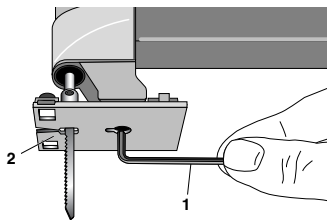

Fig. 3
1. Klemmschraube mit Hilfe des Innensechskantschlüssels 1 (Fig. 3) lösen.
2. Säge Tisch (2) auf den gewünschten Gehrungswinkel einstellen und Klemmschraube wieder festziehen.